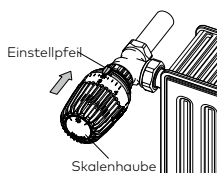

Abb. 4
Haube mit Schraubendreher von der Grundplatte abhebeln (Abb. 4).
Skalenhaube so wieder aufsetzen, dass die Merzkahl 3 (20) mit dem Einstellpfeil übereinstimmt. Skalenhaube kräftig festdrücken, bis Einrastung erfolgt (Abb. 4).